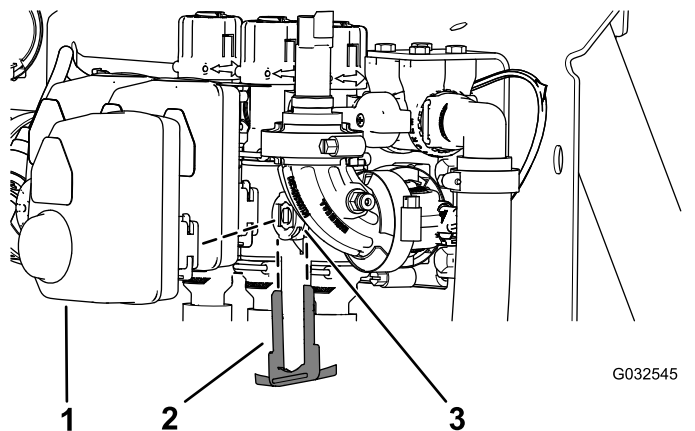

图 103
2. 取下将致动器固定至喷洒臂段阀或搅拌阀歧管阀的卡环图 103。